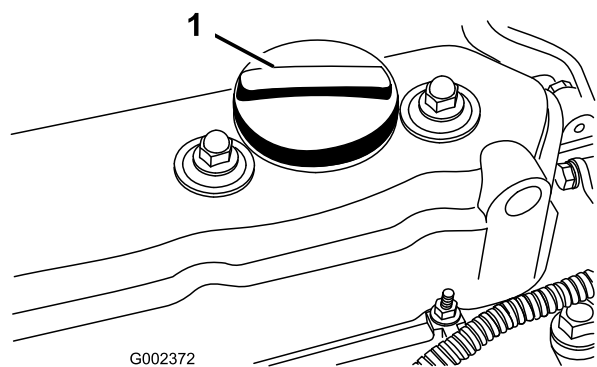

Bild 16
3. Nehmen Sie bei einem niedrigen Ölstand den Fülldeckel (Bild 16) ab und gießen Sie genug Öl in die Öffnung, bis der Ölstand die Vollmarke am Peilstab erreicht.